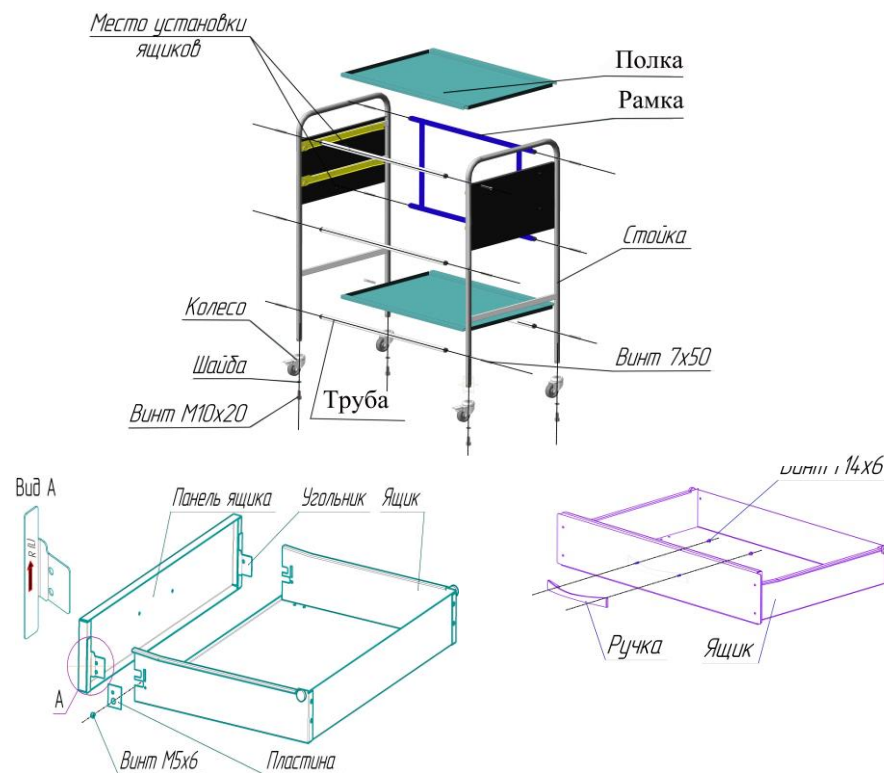

Рисунок 1 – Схема сборки столика
Сборку столика производите в следующем порядке (см. рисунок 1):
- соедините панель ящика с ящиком с помощью пластин и винтов М5х6, как показано на рис. 1, сориентировав при этом угольники, расположенные на панели ящика, стрелкой вверх,